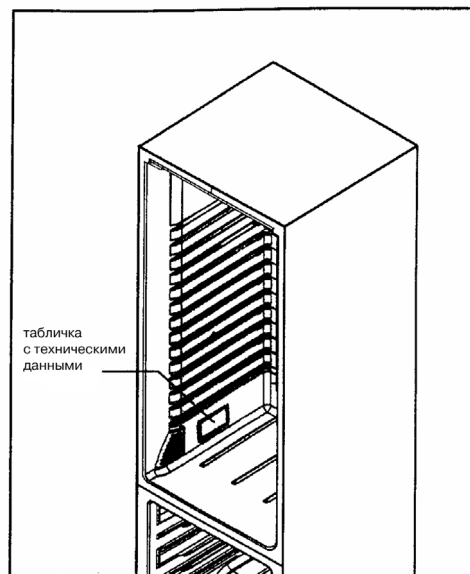

Рис.5
- ⚠ Прежде чем включить прибор в розетку убедитесь в том, что напряжение и частота тока в электросети вашего дома соответствуют данным в табличке с техническими данными прибора (см. рис. 5).